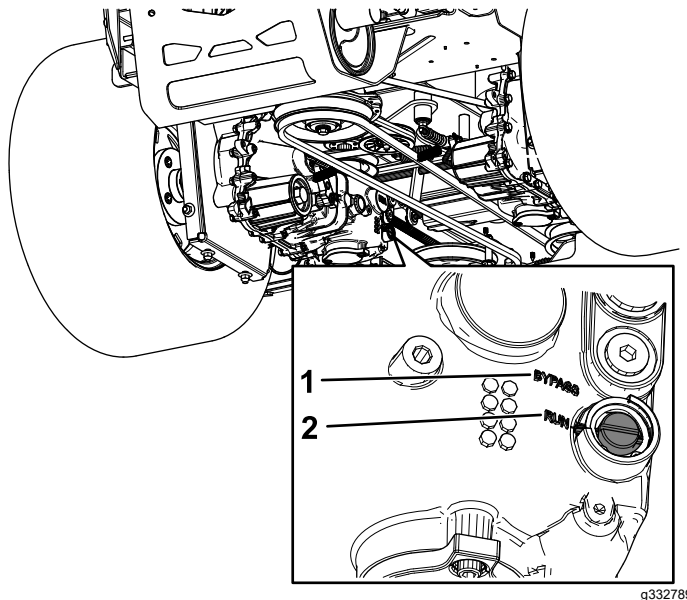

Figura 40
3. Usando un destornillador de punta plana, gire ambas levas a la posición de DESVÍO (Figura 40).
5. Para conducir la máquina, gire ambas levas a la posición de MARCHA (Figura 40).